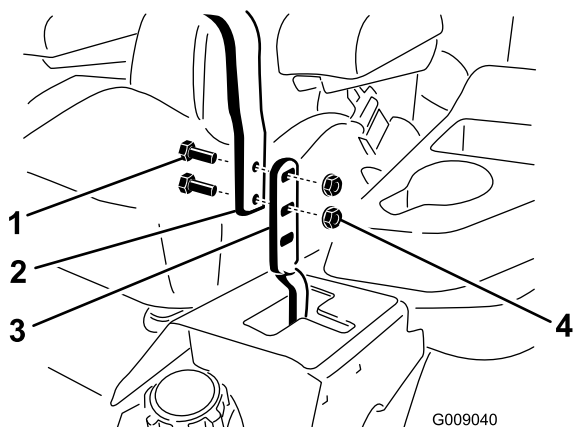

図 59
2. それぞれのハンドルをレバーに取り付けているボルトとフランジナットをゆるめる 図 59。